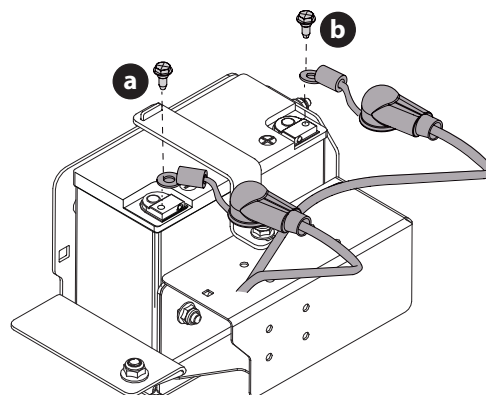

Fig. 36
- Retirez le boulon de montage vertical qui fixe le fil négatif noir de la batterie (a) à la borne négative de la batterie (marquée NEG (-)). Éloignez le câble de la borne négative de la batterie (Fig. 36).
- Retirez le boulon de montage vertical qui fixe le fil positif rouge de la batterie (b) à la borne positive de la batterie (marquée POS (+)). Éloignez le câble de la borne positive de la batterie (Fig. 36 à la page 109).